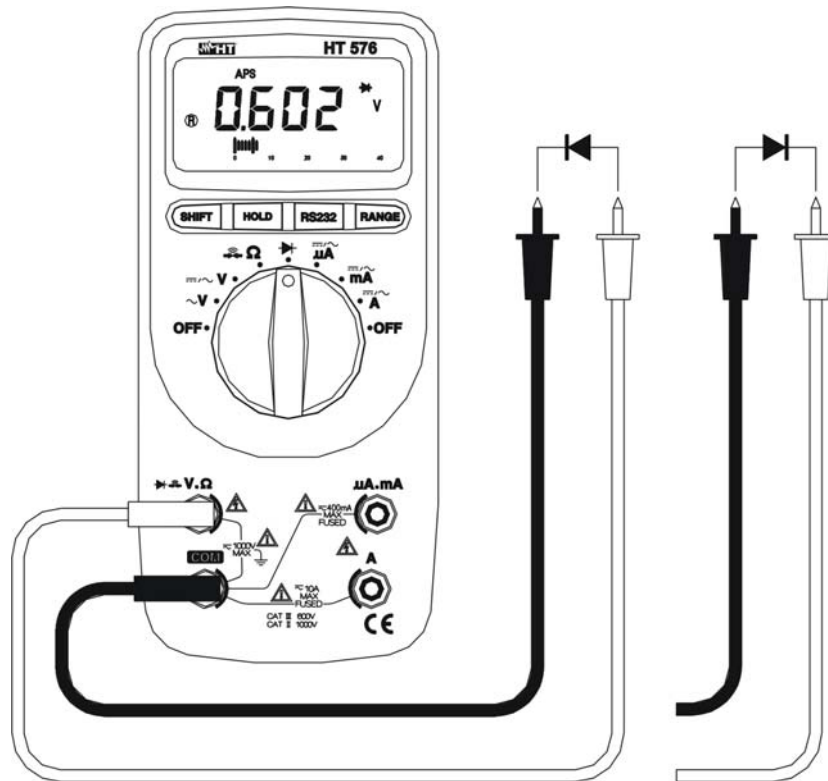

Abb. 5: Diodentest
2. Verbinden Sie die Messleitungen wie folgt, die rote in die Buchse und die schwarze in die **COM** Buchse (Abb. 5).